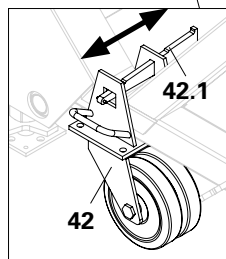

Fig. B4.03a
2. Spingere la ruota orientabile (42) da sotto sul tubo profilato e fissarla con il cuneo. (Fig. B4.03a + B4.03b)